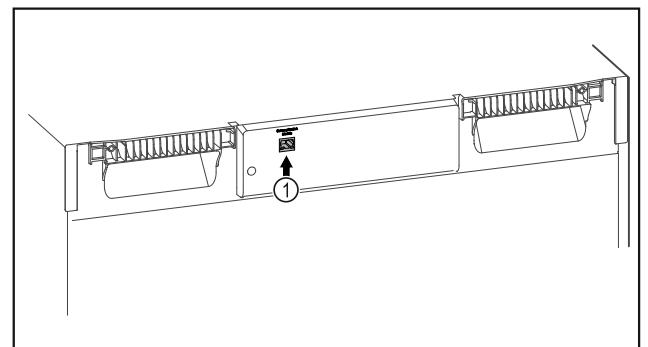

Fig. 86
- ☐ SmartModule Fig. 86 (1) er installert.